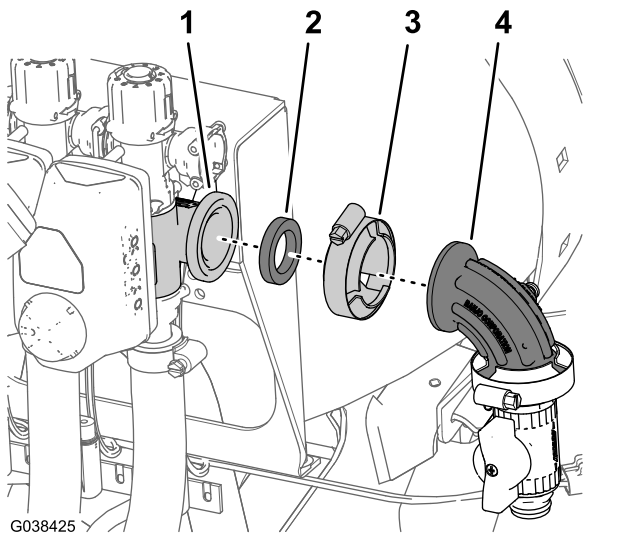

Figura 89
6. Conecte la brida del codo de 90° (con orificio de presión) a la brida de la válvula de sección del brazo derecho con la junta y la brida de fijación que retiró en el paso 1, según se muestra en Figura 89.